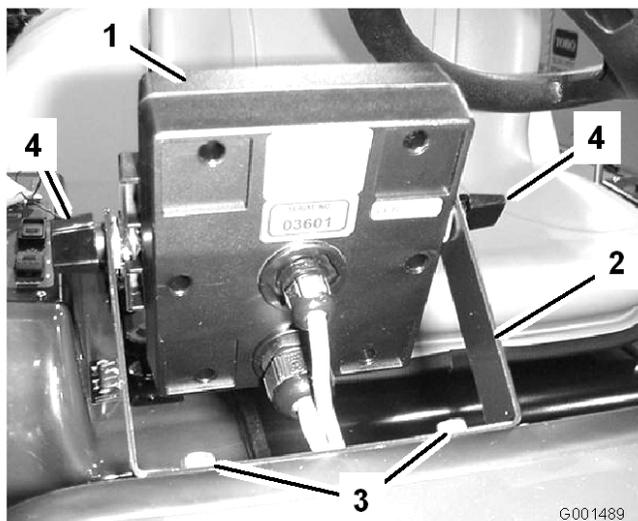
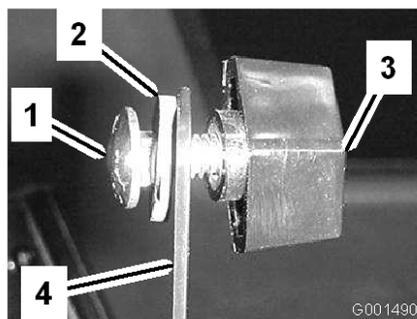

Figura 5
Figura 6
- Instale o suporte do monitor no painel (Figura 5) com os 2 parafusos de cabeça flangeada (1/4 x 3/4 pol.) e 2 porcas flangeadas (1/4 pol.).
- Coloque no suporte, sem apertar, os 2 parafusos de carroçaria, as anilhas de borracha, e os manípulos como mostram as ilustrações da Figura 5 e Figura 6.
- Instale o monitor Spray Pro por cima das cabeças dos parafusos da carroçaria (Figura 5) e aperte os manípulos para fixá-lo.